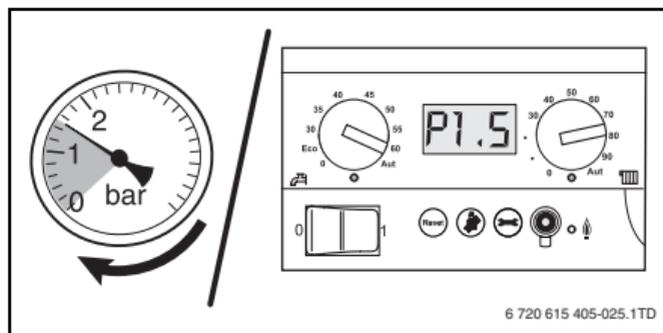

Fig. 10 Indicação de pressão analógica/digital
- ▶ Abrir a torneira de água e encher a instalação de aquecimento até 1,5 bar. Ter em atenção então a indicação da pressão (→ fig. 10) para o circuito de aquecimento.